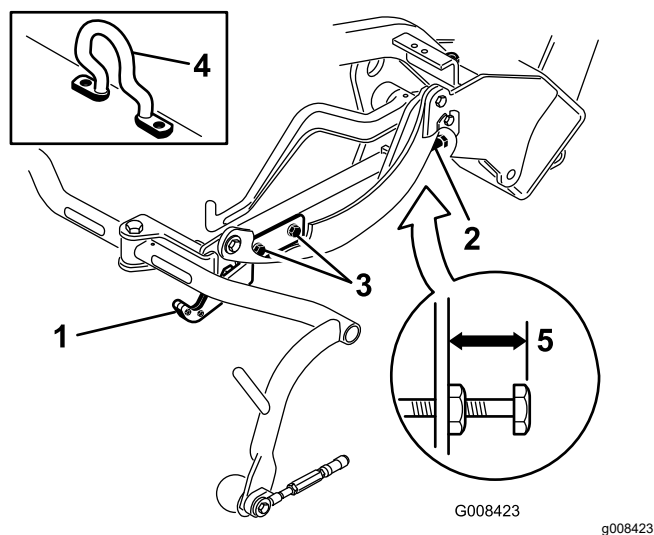
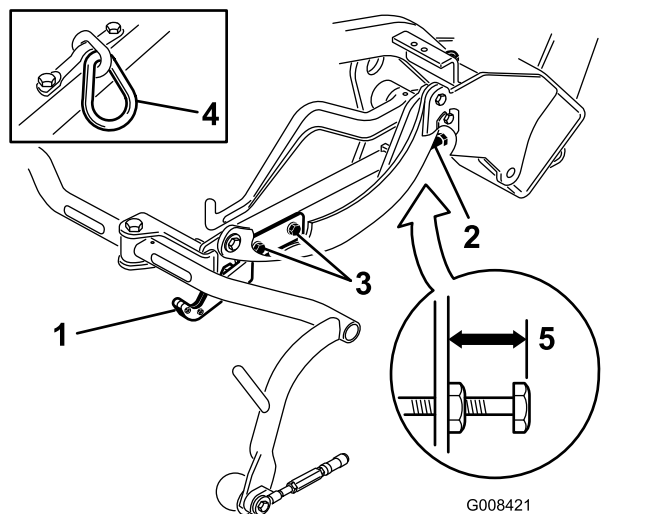
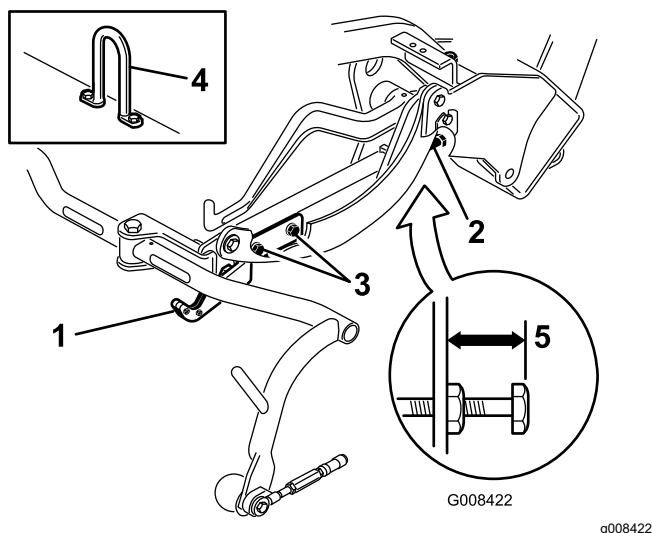

Figura 10
Figura 11
Figura 12
3. La unitățile de tăiere echipate cu o verigă de lan sau un cârlig de ridicare în linie dreaptă (Figura 11 i Figura 12 inserii), verificai dacă distanța de la partea superioară a urubului de reglare a cadrului de susinere până la partea din spate a cadrului de susinere este de 22 mm. Dacă distanța nu este de 22 mm, treceți la pasul 4. Dacă unitatea de tăiere este echipată cu o articulație de ridicare decalată (Figura 10), treceți la pasul următor.
Verificai înălțimea de transport (Figura 11 i Figura 12) i reglai-o, dacă este necesar.
2. La unitățile de tăiere echipate cu un cârlig de ridicare decalată (Figura 10 inserie), verificai dacă distanța de la partea superioară a urubului de reglare a cadrului de susinere până la partea din spate a cadrului de susinere este de 25 mm. Dacă distanța nu este de 25 mm, treceți la pasul 4.
4. Slăbii uruburile de montare a plăcii de transport (Figura 11, Figura 12 i Figura 10).
7. În cazul în care cadrele de susinere nu sunt la aceeași înălțime, slăbiți contrapiulița de pe urubul de reglare a cadrului de susinere (Figura 10, Figura 11 i Figura 12). Rotii urubul spre exterior pentru a ridica și spre interior pentru a coborî. Strângeți contrapiulița după ce obțineți înălțimea corespunzătoare.